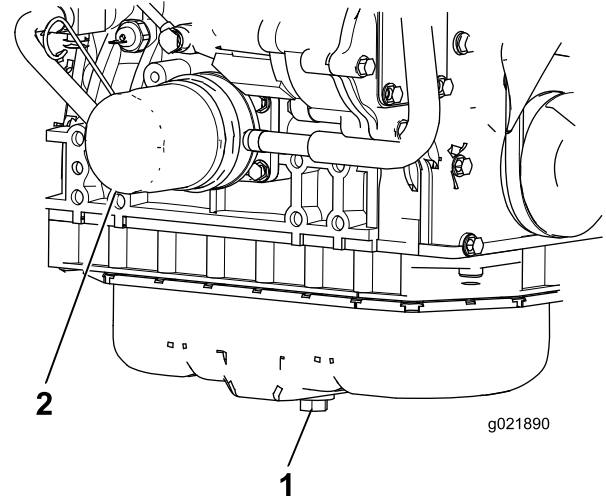

Figura 73
1. Retire el tapón de vaciado y deje fluir el aceite a un recipiente apropiado (Figura 73).
3. Retire el filtro de aceite (Figura 73).